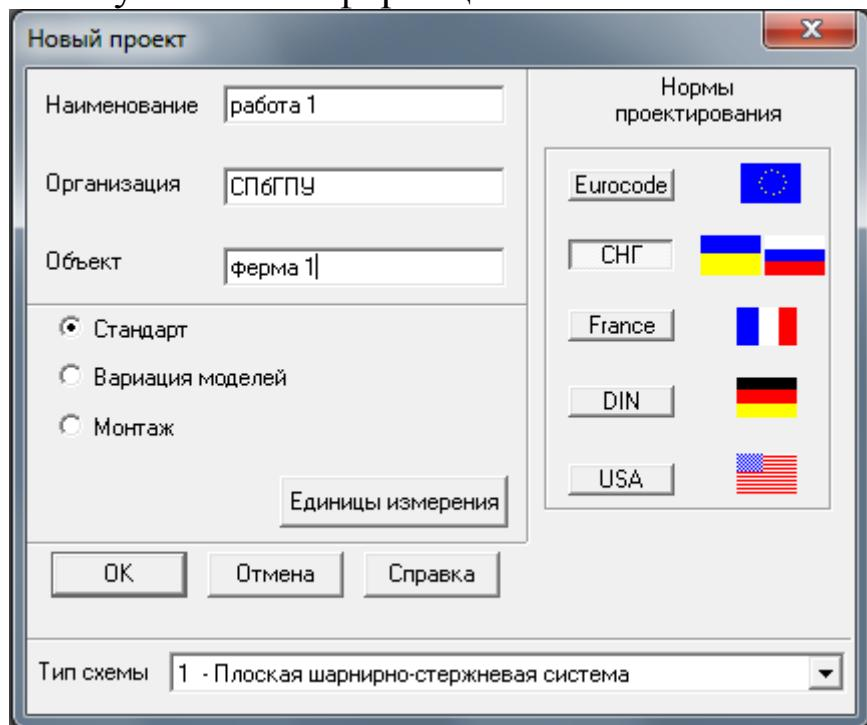

Рисунок 2.3- Диалоговое окно SCAD для создания нового проекта
2. Для создания нового проекта следует курсор установить на одноименной кнопке «*Создать новый проект*» инструментальной панели и нажать левую кнопку мыши. На экране появится диалоговое окно *Новый проект* (рис.2.3).